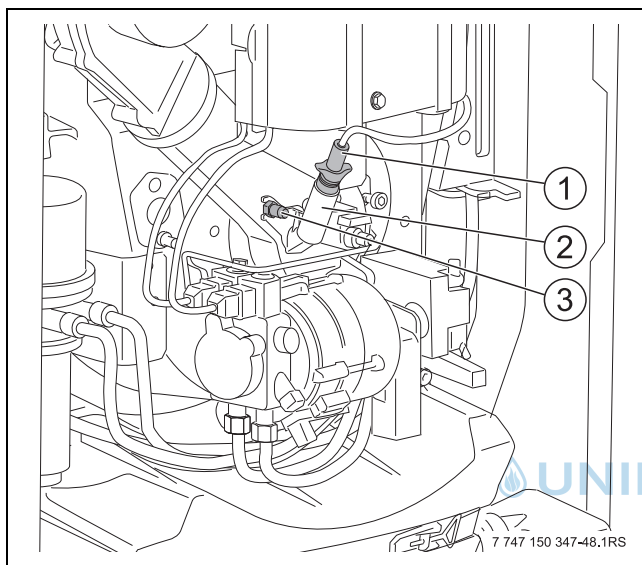

Bild 80 Flammenfühler demontieren
- Messstutzen für statischen Gebläsedruck (→ Bild 80, [3], Seite 51) abschrauben.